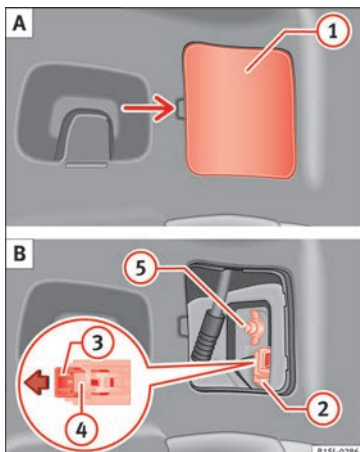

Fig. 149 Na lateral do porta-bagagens: A: desmonte a cobertura, B: desmontagem dos grupos ópticos traseiros.
2. Retire a cobertura ① com cuidado, pressionando » Fig. 149 A.
3. Puxe o bloqueio ③ no conector ② na direção da seta » Fig. 149 B. Utilize para tal a chave de fendas das ferramentas de bordo.
4. Pressione o encaixe ④ e extraia o conector ② » Fig. 149 B.
5. Desenroskar a porca de borboleta ⑤ » Fig. 149 B.
12. Aguarde com uma mão a luz traseira na posição de montagem e enrosque até ao fim a porca de borboleta com a outra mão ⑤ » Fig. 149 B.
14. Introduza o conector ② no porta-lâmpadas e pressione o bloqueio ③ no conector na direção contrária à da seta » Fig. 149 B.